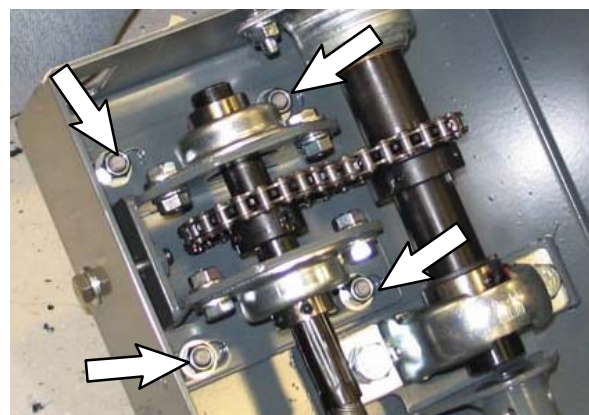

FIG. 35
32. Allentare l'hardware che fissa l'assieme della piastra di supporto e/o i cuscinetti della flangia al canale dello sterzo. (Fig. 35)